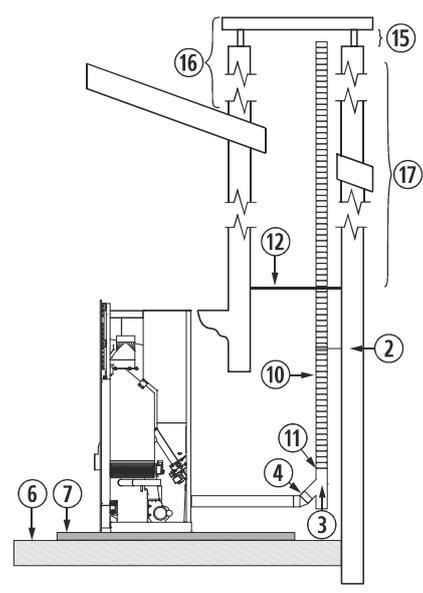

Figura 12
**4.27.** La instalación de un encastrable en una chimenea de obra se puede realizar en toda su totalidad en tubo flexible, tal y como indica la *figura 12*. Debemos tener especial cuidado a la hora de realizar el aislamiento entre la chimenea y el tubo de la salida de gases para evitar posibles retrocesos de gases en caso de tormenta.
②	Abrazadera de sujeción de acero inoxidable.
③	Te de 135° con registro.
⑥	Suelo de madera.
⑦	Protector del suelo no combustible.
⑩	Tubo flexible de acero inoxidable.
⑪	Manguito unión rígido a flexible.
⑫	Aislante anti retroceso.
⑮	Mínimo 200mm.
⑯	Debe sobrepasar 1 metro el tejado.
⑰	Mayor a 4m aumentaremos una medida.